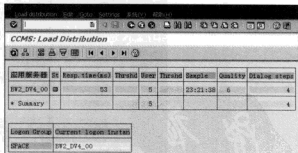

图 13-42 登录组响应时间数据
STEP 4 创建完成，可以单击F5快捷键，显示登录组响应时间数据，如图13-42所示。